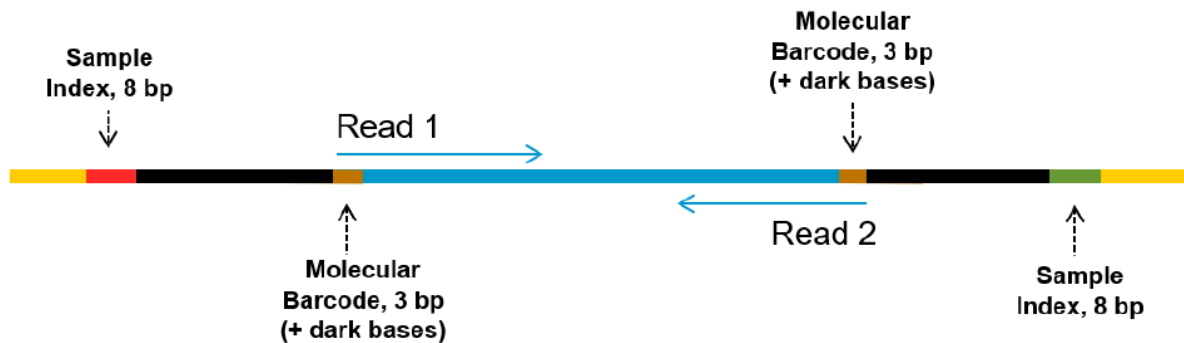

図 3 SureSelect XT HS2 mRNA シーケンスライブラリの構造
最終的な SureSelect XT HS2 mRNA ライブラリプールは、イルミナ社の標準的な Paired-end プライマーとケミストリーでダイレクトシーケンスする状態となっています。図 3 に示されるように、調製されたライブラリの各断片は、mRNA 由来の 1 つのインサートが、イルミナ社のプラットフォームを用いてマルチプレックスシーケンスするのに必要なシーケンスモチーフにはさまれている状態です。
- ・ ライブラリフラグメントは、各ストランドに degenerated 分子バーコードが含まれます (45 ページ 図 3 参照)。両方のストランドが存在し、ストランド内の MBC を一致させて二重のコンセンサスリードを形成する DNA とは異なり、一本鎖 RNA の解析は片方の鎖の分子バーコードを使用したコンセンサスリードの形成に限定されることに注意してください。